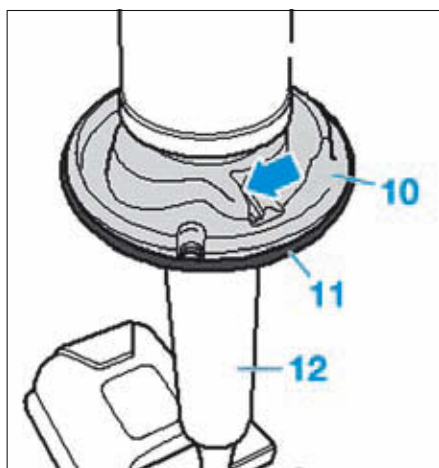

FIG. 12
- Positionner la coupelle inférieure du ressort (11) à l'aide d'un maillet (Fig.12).
- L'extrémité inférieure de la spire doit venir en butée (flèche) sur l'embase inférieure (10) du ressort.